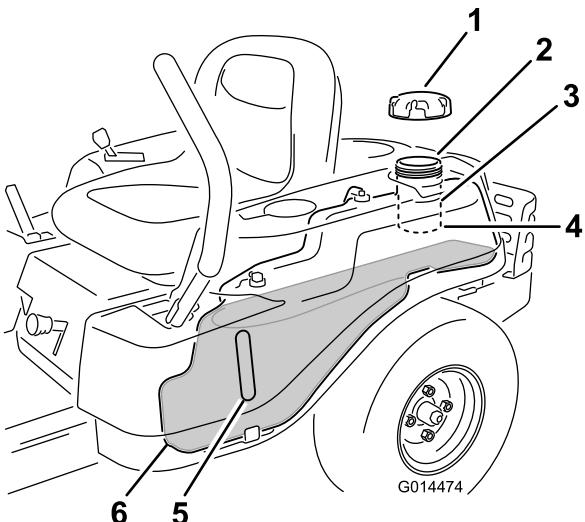

Figura 10
- Nota:** Pode utilizar a janela do combustível para verificar a presença de gasolina antes de encher o depósito (Figura 10).
2. **Lentamente** adicione gasolina normal, sem chumbo até o combustível chegar à base do tubo de enchimento (Figura 10).